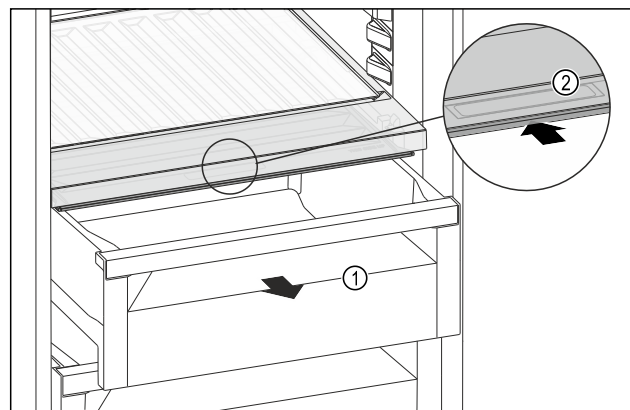

Fig. 190
- ▶ Zásuvku Fig. 190 (1) vytáhněte.
- ▶ Uchopte prohlubeň pro rukojeť Fig. 190 (2) na víku zásuvky a současně zasuňte víko zásuvky směrem dozadu.